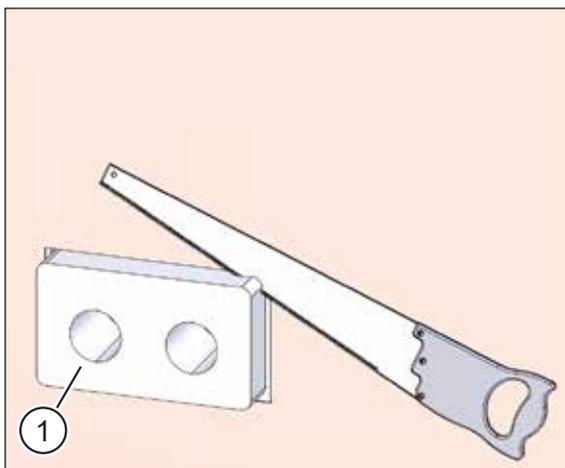
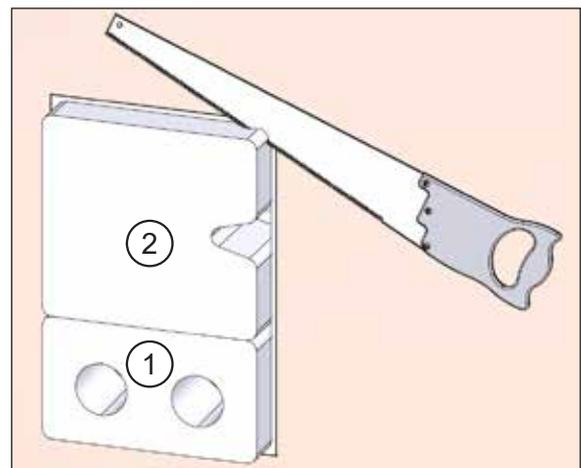

Abb. 35: Mauerkasten **ohne** Füllstück anpassen
Abb. 36: Mauerkasten **mit** Füllstück anpassen
- ▶ Kürzen Sie mit einer Styroporsäge den überstehenden Mauerkasten (Pos. 1 in Abb. 35 und Abb. 36) und ggf. das Füllstück (Pos. 2 in Abb. 36), so dass diese bündig mit der Massivwand oder der angebrachten Dämmung sind.